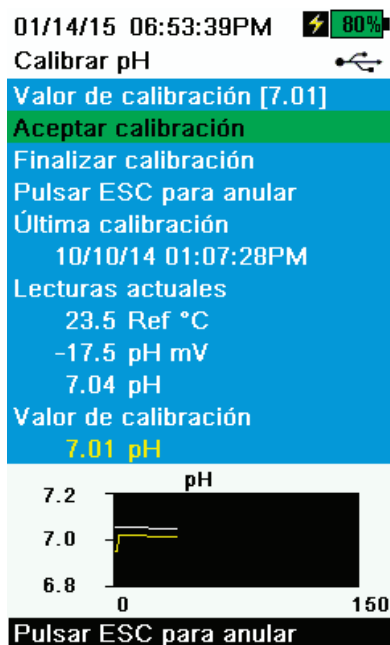

Figura 50 Calibrar pH de 1 punto
7. Observe las lecturas reales de estabilidad (la línea blanca en el gráfico no muestra cambios significativos durante 40 segundos), luego seleccione **Aceptar calibración** (Figura 50). Se mostrará "Listo para cal. punto 2" en el área de mensajes.